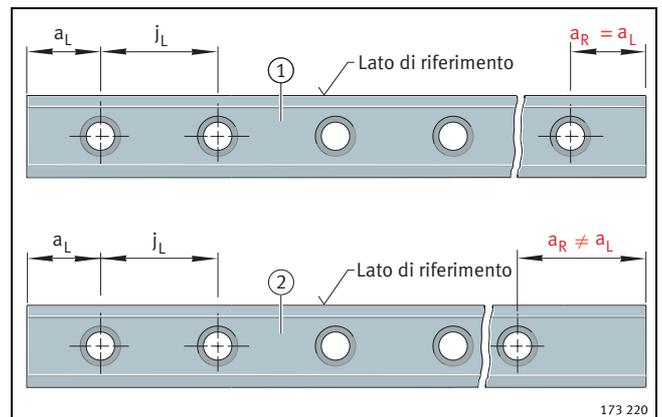

Figura 4 - Piano di foratura simmetrico ① e asimmetrico ② per guide con una serie di fori
■ $a_L \geq a_{L\min}$ ed $a_R \geq a_{R\min}$, *Figura 4*.